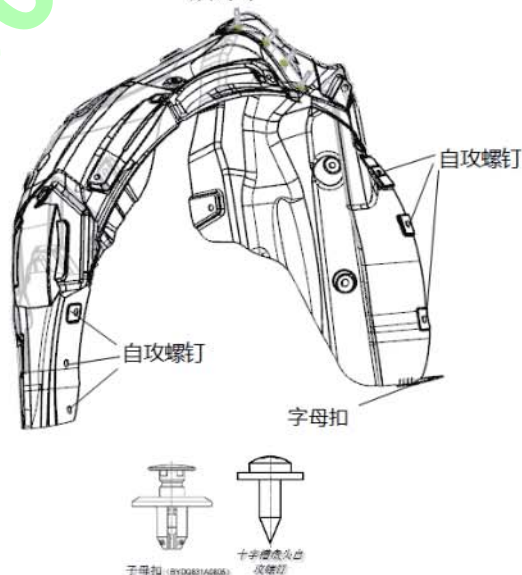

图 2-14
(2) 将左后轮挡泥板位于后保险杠上的 1 个卡扣用一字螺丝刀拆卸以及 6 个十字槽盘头自攻螺钉和大垫圈组合件用十字螺丝刀拆卸，如图 2-14 所示：